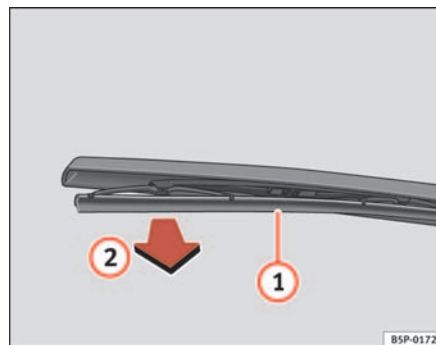

Fig. 160 Substituir a escova do limpa-vidros traseiro
- Afaste o braço do limpa-vidros traseiro do vidro ⇒ fig. 160
- Desengate a escova ① e puxe-a ②. ⇒ fig. 160